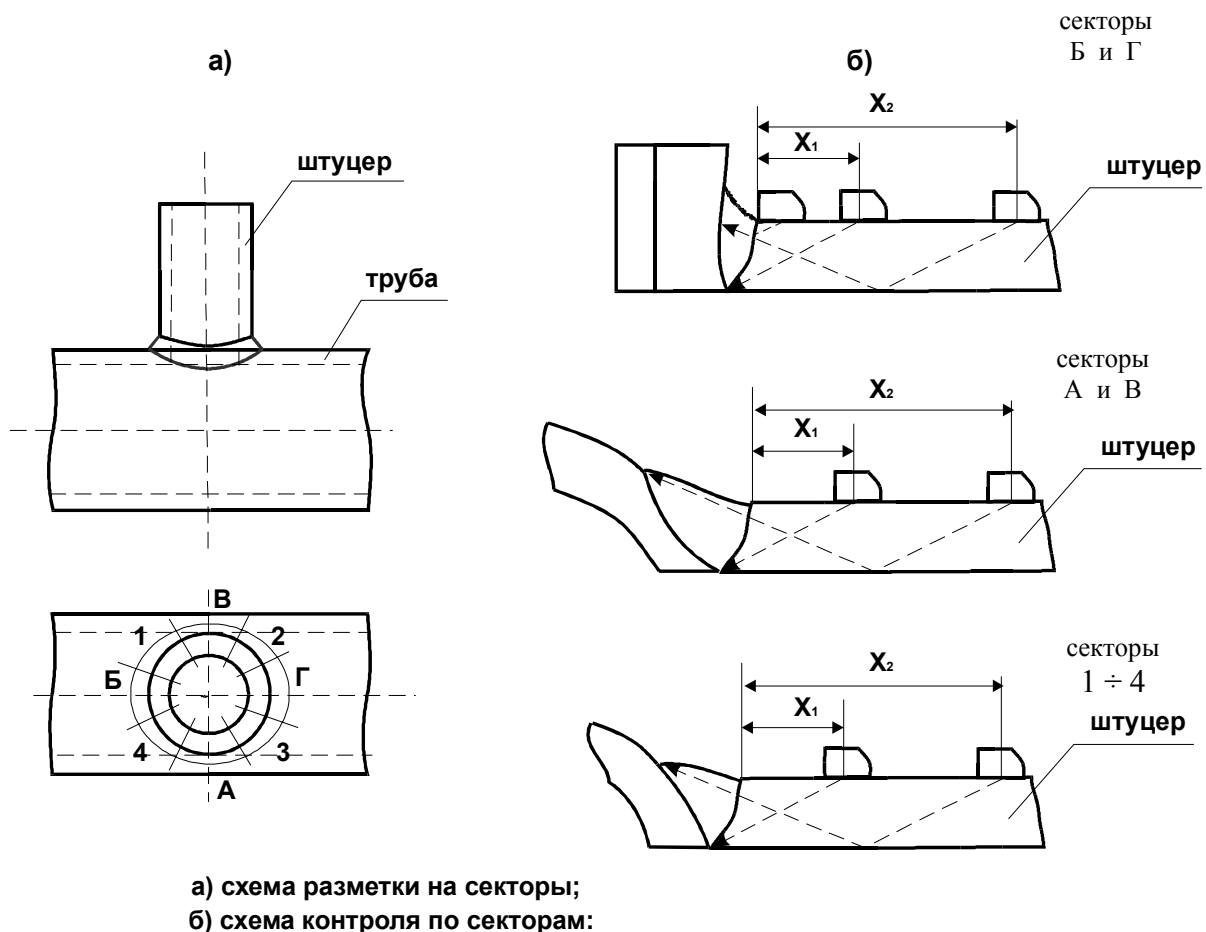

Рисунок 6.6
6.3.5 При контроле угловых сварных соединений цилиндрических (трубных) элементов выбор схемы контроля зависит от соотношения диаметров приваренного патрубка и обечайки (трубы). Типичный пример углового соединения представлен на рис. 6.6 - вварка штуцера в трубу.
6.3.6 Особенностью контроля подобных сварных соединений является то, что угол между свариваемыми поверхностями меняется от секторов А,В к секторам Б,Г в сторону увеличения, которое может достигать 30^0 и более (см. рис. 6.6).
Ширина валика усиления также меняется в различных секторах: в секторах А и В она может быть в 1,5 раза больше, чем в секторах Б и Г, поэтому при сканировании следует учитывать, что при попадании прямым лучом в корень и однократно отраженным - в усиление шва - расстояния x_1 и x_2 (рис. 6.6б) по поверхности контролируемого изделия будет неодинаковым в различных секторах шва, и определяются они расчетным путем.